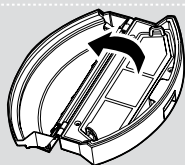

Abb. 19
3. Entfernen Sie alle Filterkomponenten und reinigen Sie sie separat. Der Einbau erfolgt in umgekehrter Reihenfolge. **[Abb. 19,20]**